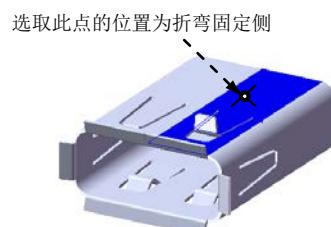

图 10.58 固定侧的位置
(3) 定义绘制的折弯参数。在图 10.58 所示的位置处单击，确定折弯固定侧；在 **折弯位置:** 选项中选取“折弯在外”按钮 ，单击 按钮，并在其后文本框中输入角度值 45；取消 **使用默认半径(U)** 复选框，在 **文本框** 中输入折弯半径值 1。